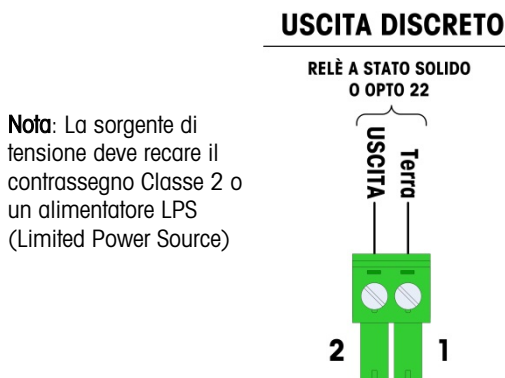

Figura A-44: Connettore di uscita discreto della cella di carico analogica
- Nota per il cavo a quattro fili standard: se un aumento nel carico causa una diminuzione nella visualizzazione di peso, invertire i fili di segnale (+SIG e SIG). La illustra Figura A-44 le definizioni del connettore di uscita discreto della cella di carico analogica.